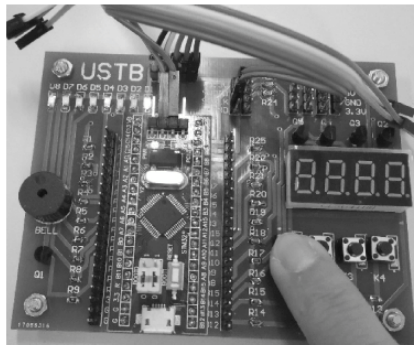

图 6.15 按键实验现象 2
- (2) 按下 KEY2,LED2 长亮;松开 KEY2,LED2 熄灭,见图 6.15。